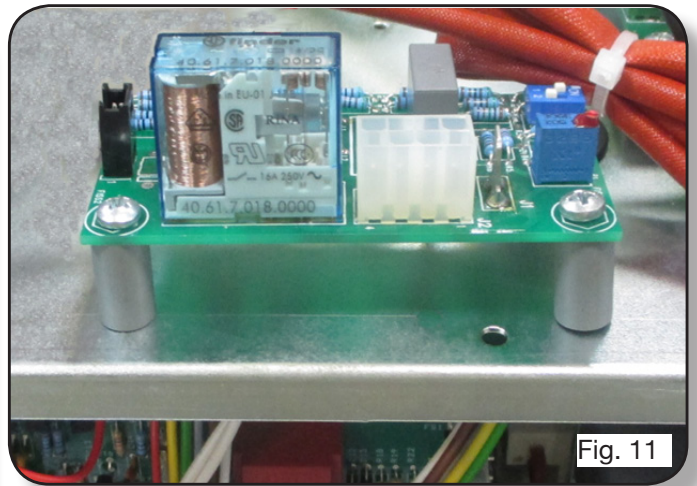

Fig. 11
- Enchufar el circuito interfaz (cód. 5602598) en el panel interior utilizando los dos espaciadores cilíndricos grises y los dos tornillos autorroscantes como se indica en la fig. 11